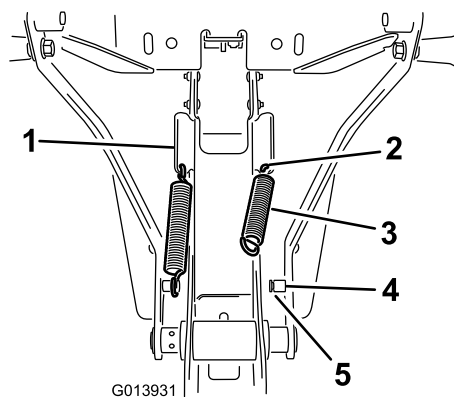

Figura 7
1. Instale el muelle en el taladro del extremo inferior de la pestaña inclinada del lateral del conjunto del lado del bastidor (Figura 7).
- Enganche un extremo del muelle en el taladro (Figura 7).
- Asegúrese de que el extremo del muelle queda correctamente asentado en la ranura de la clavija (Figura 7).